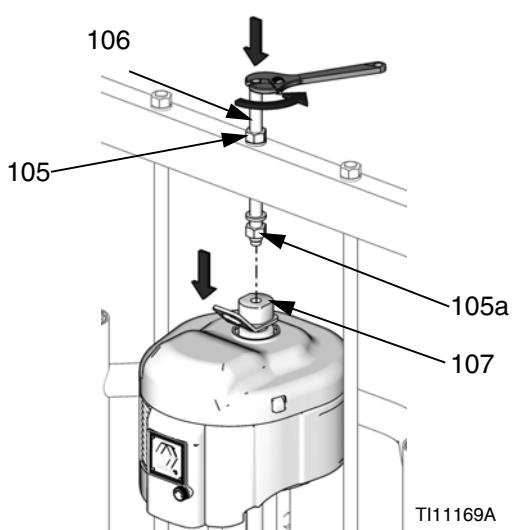

Рис. 24
- a. Для NXT с опорной емкостью на 55 галлонов (устройства подачи D200 3 дюйма и D200 6,5 дюйма): Ослабьте гайку (105a), расположенную под поперечиной. С помощью гаечного ключа удерживайте на месте адаптер подъемного кольца (107) и ослабьте резьбовой стержень (106) над поперечиной с помощью другого ключа. См. Рис. 24.